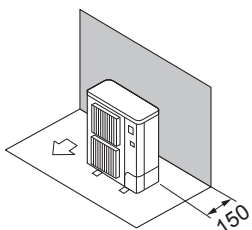

Fig. 2-3
- ① Enbart hinder på baksidan (Fig. 2-3)